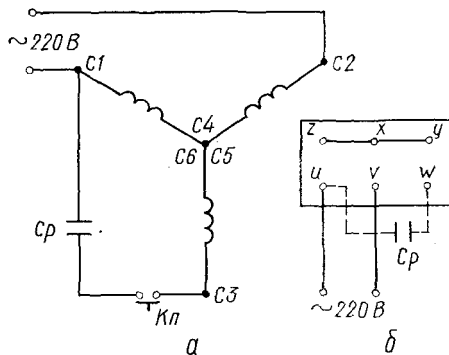

Рис. 16. Схема включения трехфазного электродвигателя в однофазную сеть («звезда»): а — схема; б — подсоединение выводов электродвигателя
Трехфазный электродвигатель можно включить по схеме «звезда»: две фазные обмотки двигателя — непосредственно в сеть, а третью подключают через конденсатор (C_p) к любому из двух проводов (рис. 16).
Чтобы изменить направление вращения трехфазного электродвигателя, включенного в однофазную сеть по схеме «звезда» (см. рис. 16), нужно третью фазную обмотку статора (W) подсоединить через конденсатор к зажиму второй фазной обмотки статора («V»).